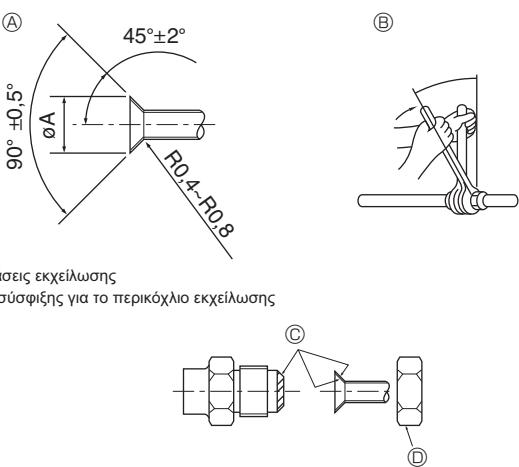

Fig. 4-1
- Πριν βιδώσετε το περικόχλιο εκχείλωσης απλώστε στο σωλήνα και στην κοινή επιφάνεια που επικάθεται λεπτό στρώμα από ψυκτικό λάδι. ④ (Fig.4-1)
- Χρησιμοποιήστε δύο κλειδιά για να σφίξετε τις συνδέσεις των σωλήνων. ⑤ (Fig.4-1)
- Αλείψτε με ψυκτικό λάδι ολόκληρη την επιφάνεια στα διαπλατυσμένα τμήματα. ⑥ (Fig.4-1)
- Χρησιμοποιήστε τα παξιμάδια ρακόρ για το παρακάτω μέγεθος σωλήνα. ⑦ (Fig.4-1)
Ⓐ (Fig. 4-1)
Ⓑ (Fig. 4-1)